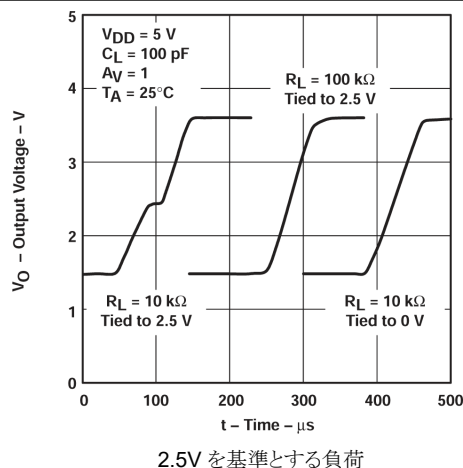

図 5-24. ボルテージフォロワの大信号パルス応答
- **負荷の基準となる場所。** 負荷がいずれかのレールを基準としている場合、この状態は発生しません。歪みは、出力信号が負荷を基準としているポイントを通してスイングする場合にのみ発生します。図 5-24 に、10kΩ 負荷状態を 2 つ示します。1 つ目の負荷状態は、2.5V に接続された 10kΩ 負荷時に発生する歪みを示しています。3 つ目の負荷状態では、0V に接続された 10kΩ 負荷を示しており、歪みは発生していません。
- **負荷抵抗。** 負荷抵抗が増加するにつれて、出力に見られる歪みは減少します。図 5-24 に、10kΩ 負荷と 100kΩ 負荷について、どちらも 2.5V に接続した場合の出力の違いを示します。